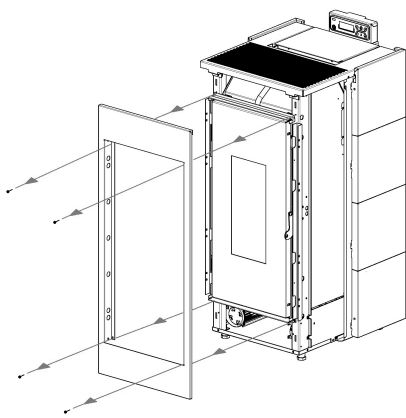

Fig. 42 - Retrait du panneau avant
- Retirer le panneau avant: dévisser les 4 vis (voir **Fig. 42**).